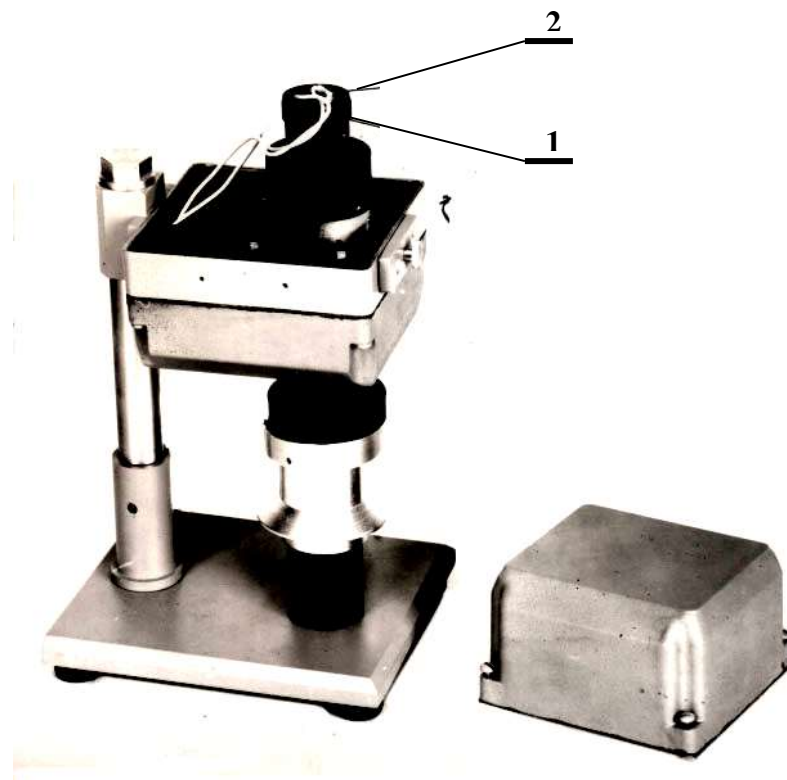

Рисунок 5 – Головка измерительная со столиком при снятой верхней крышке
4.2 Замена лампы головки измерительной (рисунок 5)